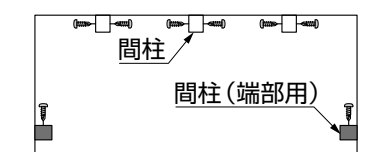

図4-8 柱の使い分けとねじの取付け本数 (2~4尺)
- ①柱の使い分けとねじの取付け個所を確認してください。(図4-8、図4-9参照)